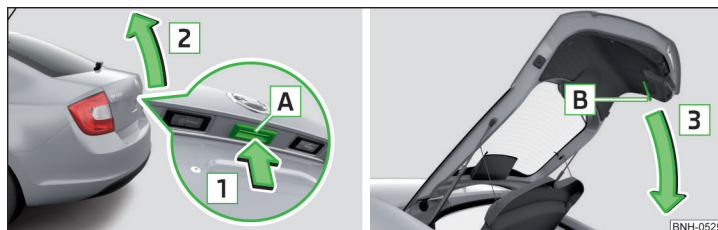

Fig. 53 Deschiderea/închiderea capotei portbagajului
- ▶ Pentru **deschidere**, apăsați tasta **A** în sensul săgeții **1** » fig. 53.
Tasta **A** » fig. 53 este dezactivată la pornire, resp. începând de la o viteză de 5 km/h. După oprire și deschiderea unei portiere, butonul este activat din nou.